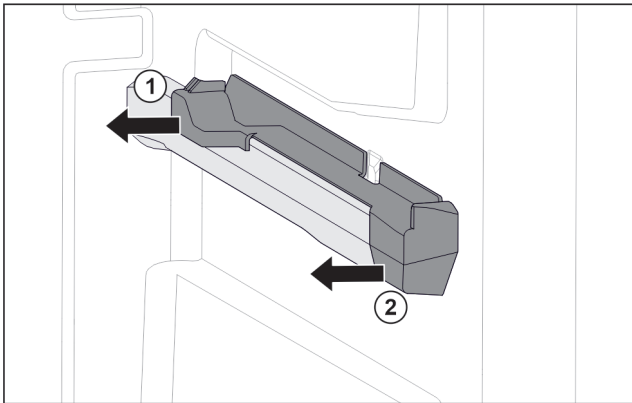

Fig. 55 Aufsichtsteil auf der rechten Behälterrippe
- ▶ Aufsichtsteil hinten zur Seite abziehen. Fig. 55 (1)
- ▶ Aufsichtsteil vorne zur Seite abziehen. Fig. 55 (2)